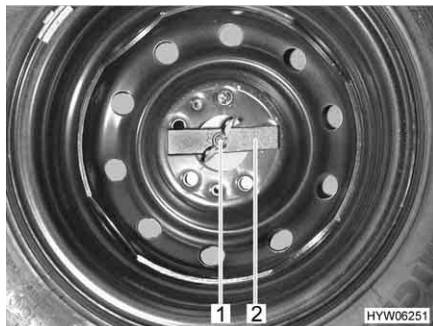

Fig. 137 Ruota di scorta nel gavone di coda
- Svitare manualmente il dado ad alette (Fig. 137,1) e rimuoverlo.
- Rimuovere la barretta di compressione (Fig. 137,2).